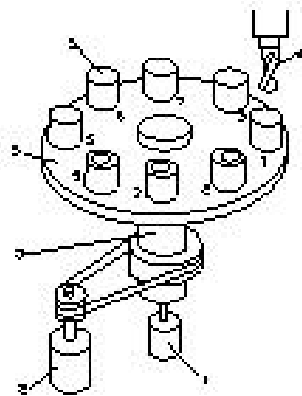

图 3.2.6 编码器用于定位加工图
(1) 已知增量式光电编码器的参数和大、小皮带轮的传动比，若希望当加工好一个元件后紧接着加工另一元件，可计算出编码器给出多少脉冲数时，电动机停转，从而加工工件。如图3.2.6所示。